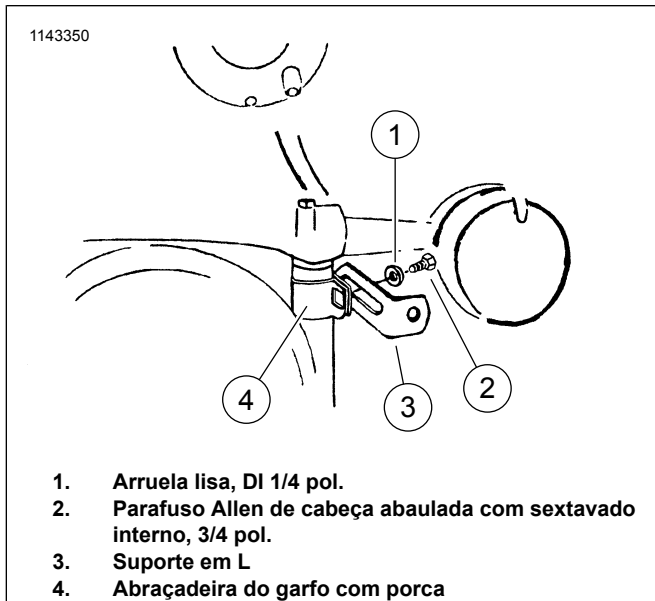

Figura 3. Monte o suporte inferior
- Veja a figura 3. Estique as abraçadeiras do garfo (4) e coloque-as em volta da parte superior dos tubos do garfo de forma para o lado plano fique voltado para fora e apontando para a frente; aperte as abraçadeiras nos garfos.
- Aparafuse os suportes em L (3) nas abraçadeiras do garfo com os parafusos sextavados (2) e as arruelas lisas (1). As extremidades dos suportes em L devem apontar para fora.